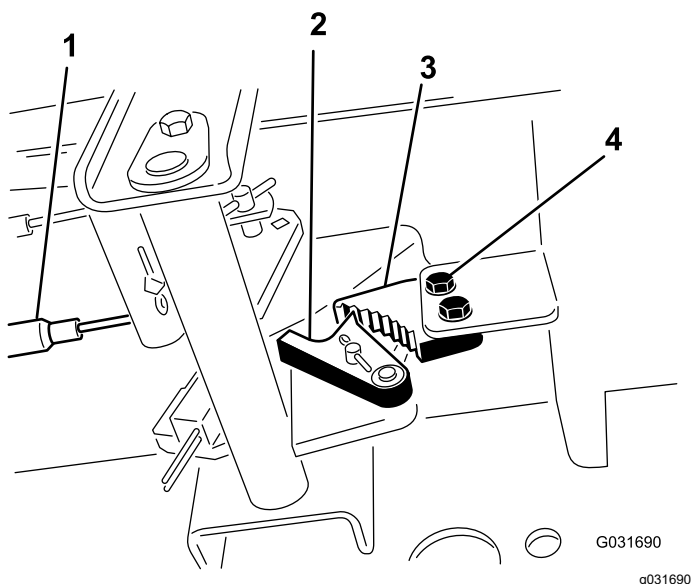

Figura 89
1. Afloje los 2 tornillos que fijan el trinquete del freno de estacionamiento al bastidor (Figura 89).
2. Pise el pedal del freno de estacionamiento hacia adelante hasta que la uña se engancha a fondo en el trinquete del freno (Figura 89).